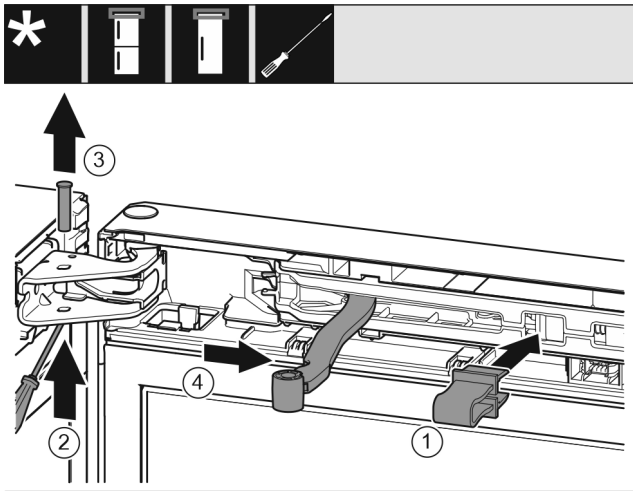

Fig. 8
- ▶ Зафиксируйте предохранитель в отверстии. Fig. 8 (1)
- ▶ Выкрутите палец при помощи отвертки. Fig. 8 (2)
- ▶ Извлеките палец движением вверх. Fig. 8 (3)
- ▶ Поверните шарнир в направлении двери. Fig. 8 (4)